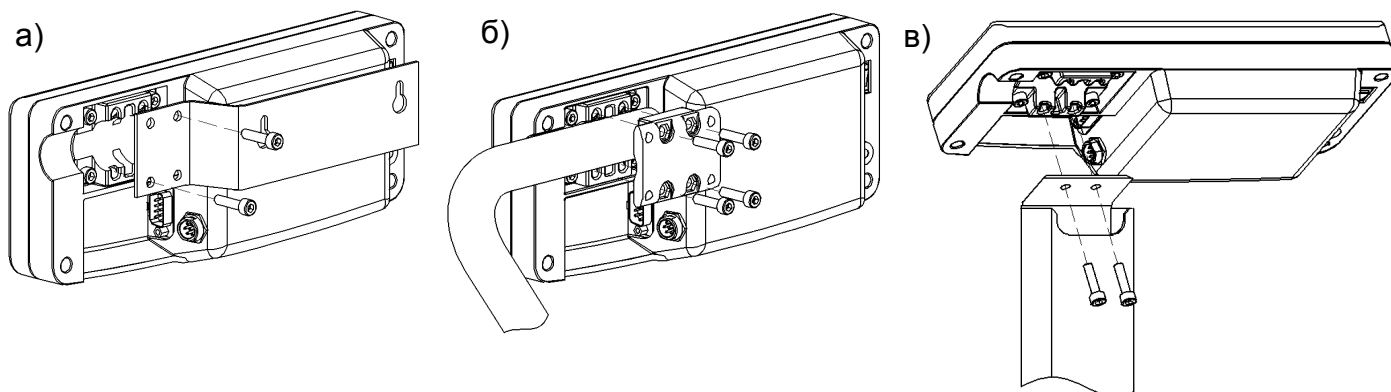

Рис. 5.4 - Варианты крепления устройства индикации:
- подсоединить двумя винтами М5х20 кронштейн к устройству индикации (Рис. 5.4а);
- закрепить устройство индикации на стойке кронштейном, затянув четыре винта $M5 \times 30$ с небольшим усилием (Рис. 5.4б). Излишек кабеля заправить в стойку со стороны устройства индикации;
- закрепить двумя винтами М5х20 устройство индикации на стойке (Рис. 5.4). Излишек кабеля заправить в стойку.